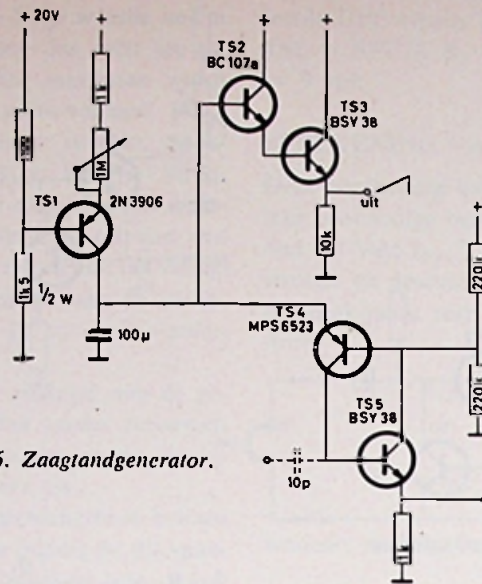

Fig. 6. Zaagtandgenerator.
b) Zaagtandgenerator voor lange perioden (tot ca. 1000 s) fig. 6
In de schakeling van fig. 6 loopt de uitgangsspanning van 2 tot 8 volt, de lineariteit is 1 %. Wanneer TS2 en TS3 worden vervangen door de schakeling van fig. 6a, dan kan een kleinere belastingsweerstand worden gebruikt. De uitgangsspanning loopt dan van 4 tot 9 volt met een lineariteit van 1 %.